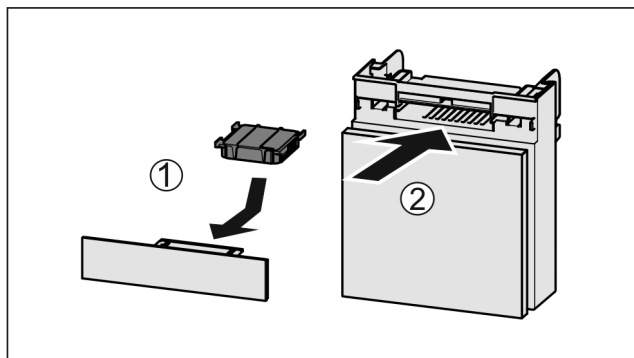

Fig. 115
- ▶ Sett inn Fig. 115 (1) aktivkullfilteret etter figuren.
- ▶ Skyv inn Fig. 115 (2) hyllen.